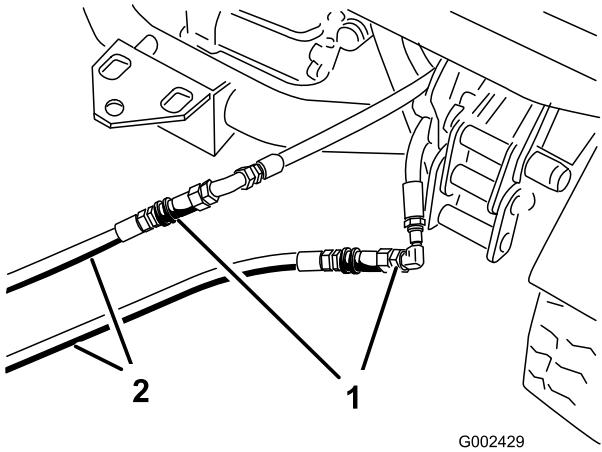

Рисунок 80
3. На неисправном подсоедините два промежуточных шланга к шлангам, которые были отсоединенны (Рисунок 80). Заглушите неиспользуемые фитинги.